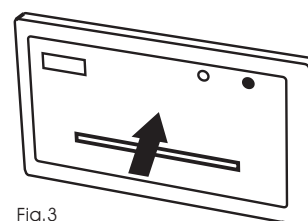

Fig.3
- a►Empurre a parte central da impressora para dentro (Fig. 3).